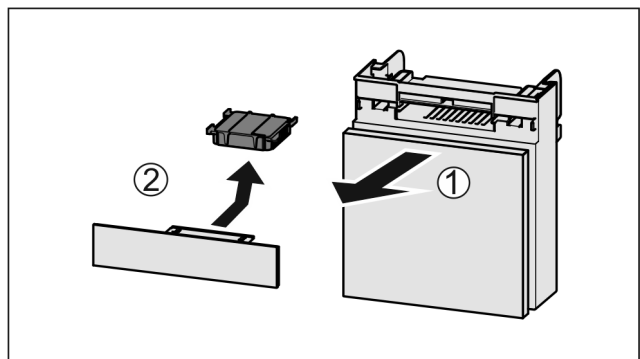

Fig. 170
- ▶ Fach nach vorne herausziehen Fig. 170 (1).
- ▶ Aktivkohlefilter entnehmen Fig. 170 (2).